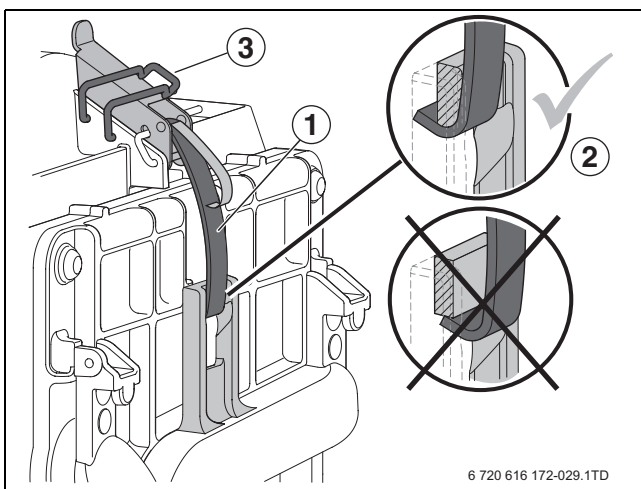

Рис. 97 Крепление и фиксация защёлок
- После монтажа горелки и её крышки зафиксируйте защёлки предохранительными скобами [3] (→ рис. 97).